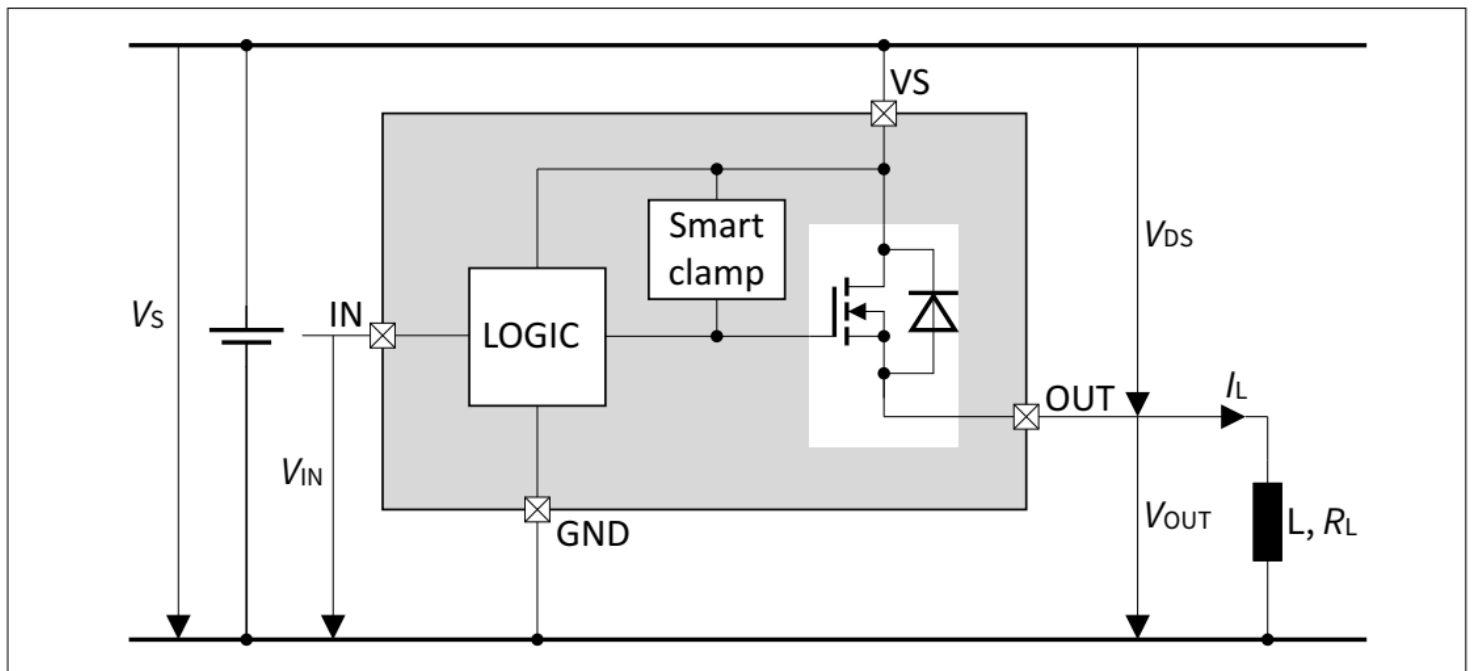
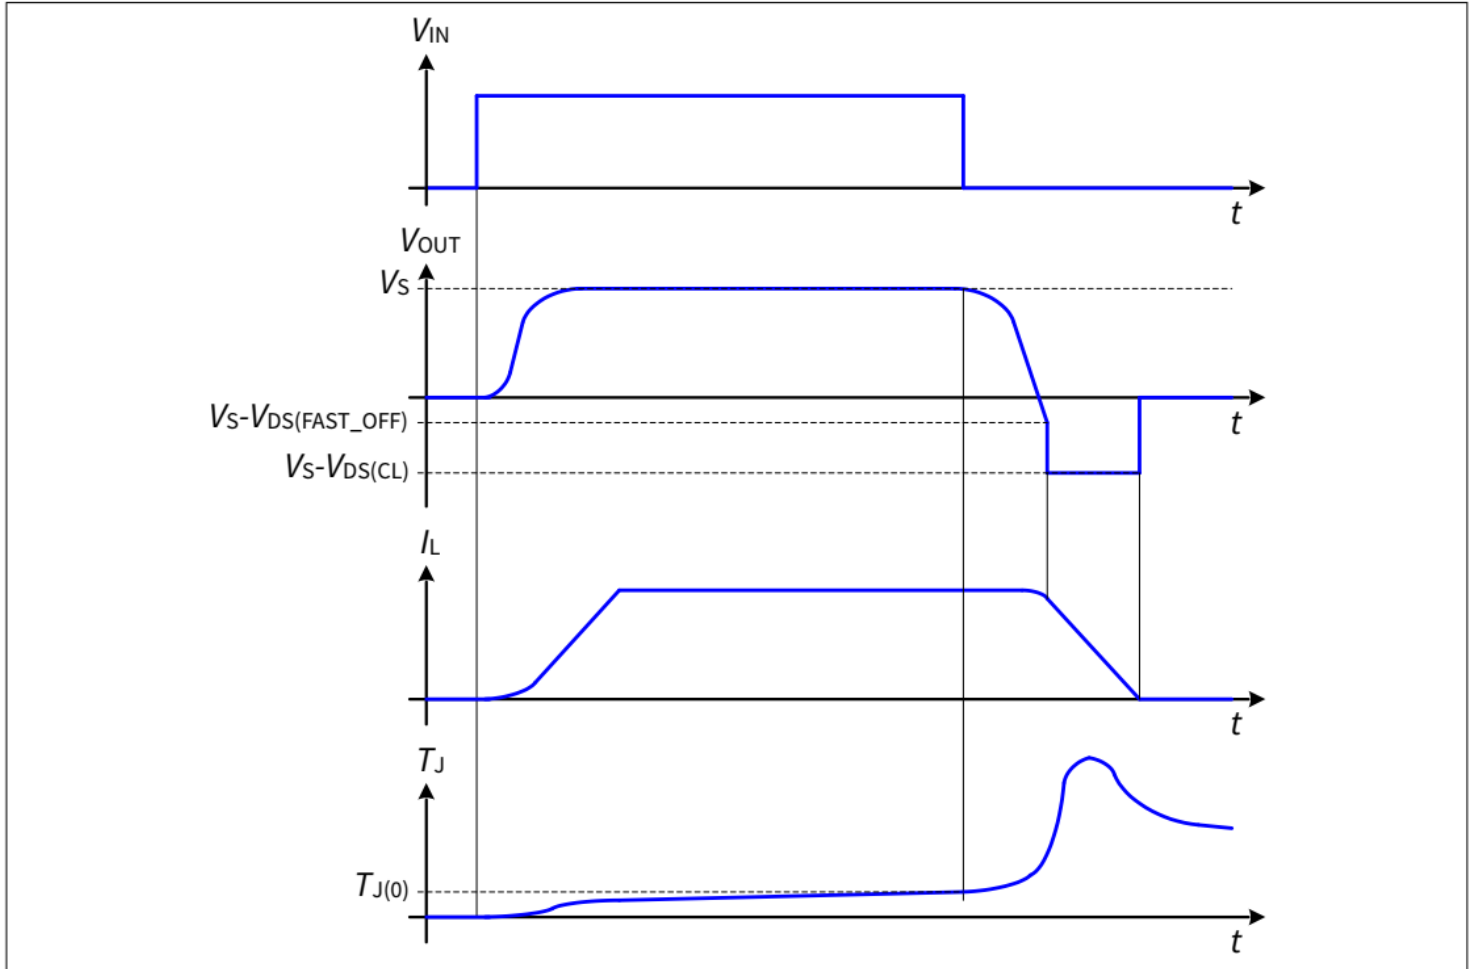

图 11 输出钳位
图 12 开关电感
为了防止器件因高电压而损坏，采用了智能钳位机制，可将负输出电压保持在一定水平 ($V_S - V_{DS(CL)}$)。请参考图11以及图12了解详情。尽管如此，允许的最大负载电感仍然有限。
- 通过在输入引脚上施加 $V_{IN(L)}$ 可关闭器件。在关断操作期间，OUT 引脚相对于 VS 引脚的电压降至 $V_{DS(FAST_OFF)}$ 以下。见图 12。